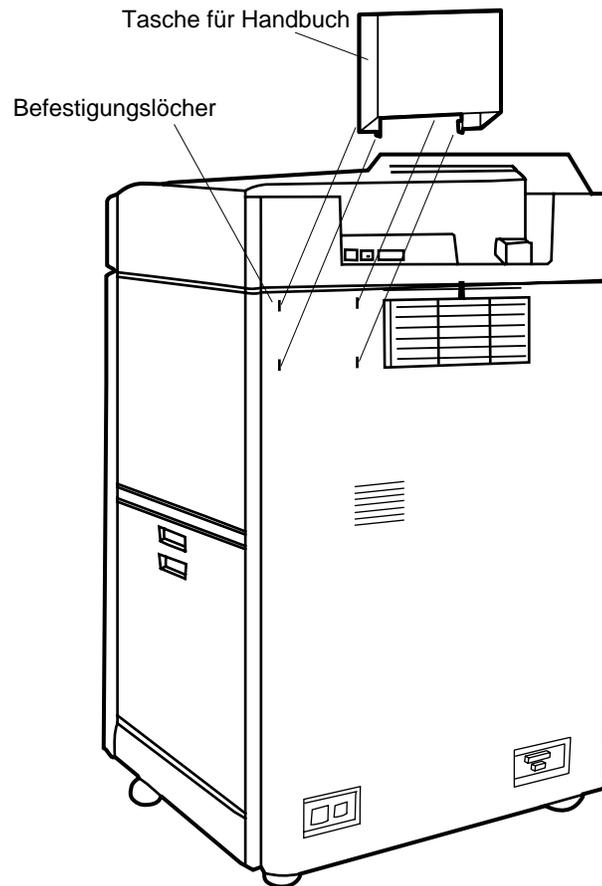

Abbildung A-12 Tasche für Handbuch entfernen
1. Entfernen Sie die Tasche für das Handbuch von der Rückwand des Druckers, und packen Sie sie ein. Siehe Abbildung A-12.